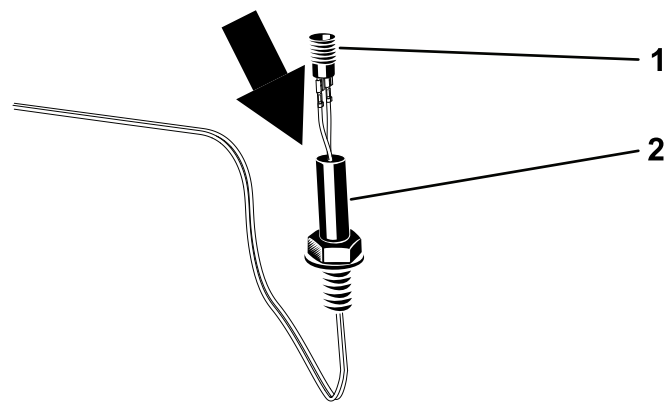

Figura 7
4. Instale el conector de la baliza en la base de la baliza girando la base de la baliza (Figura 7).